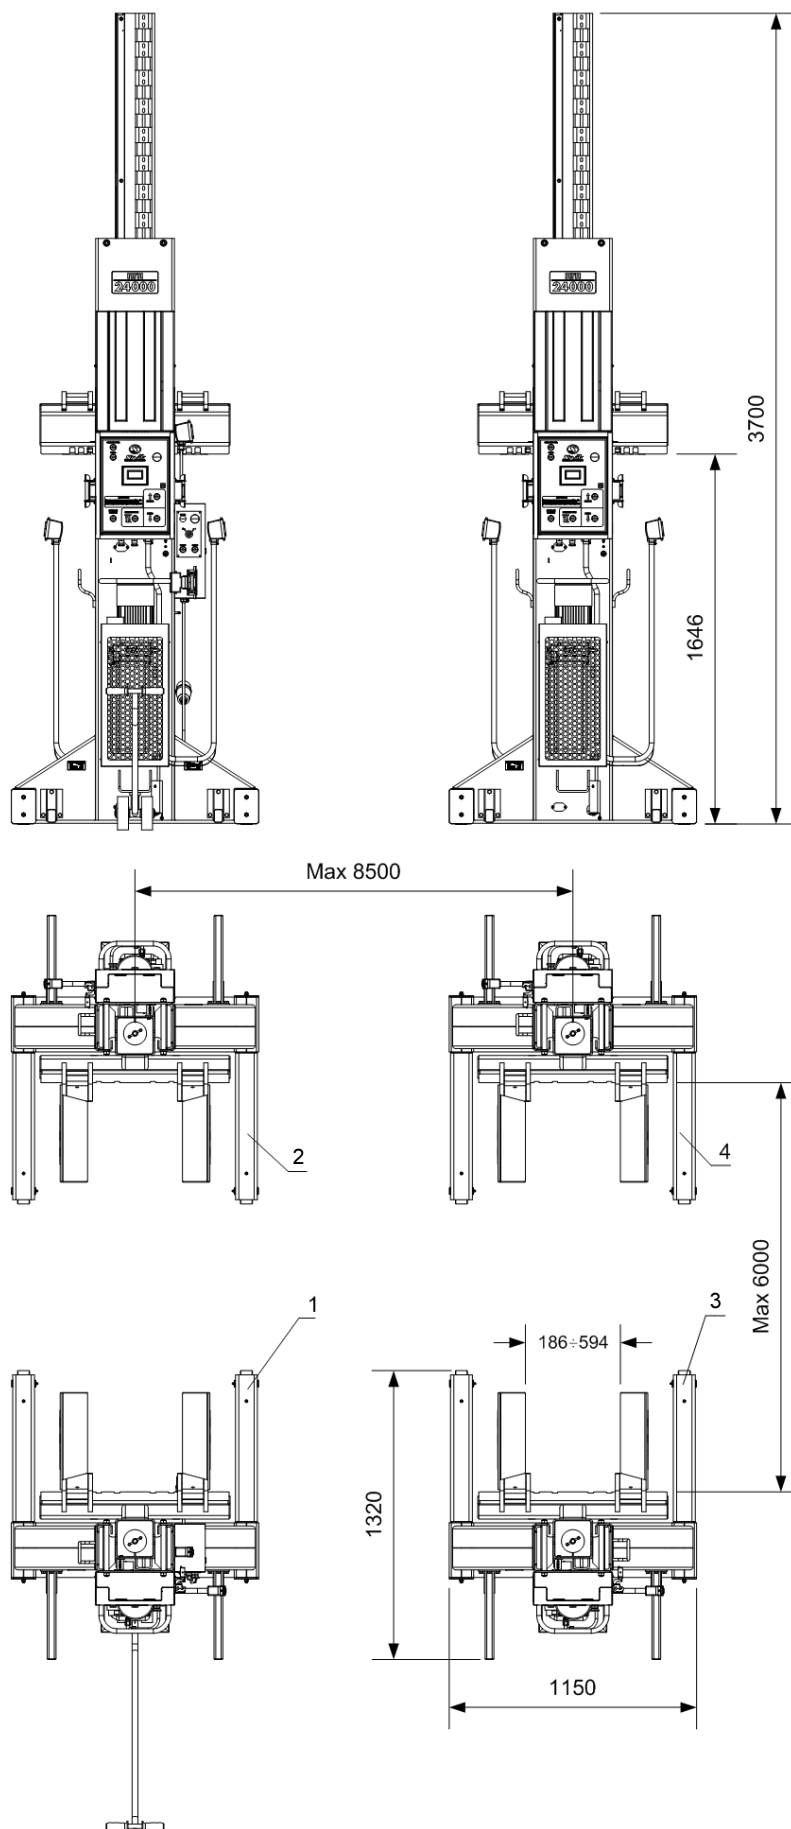
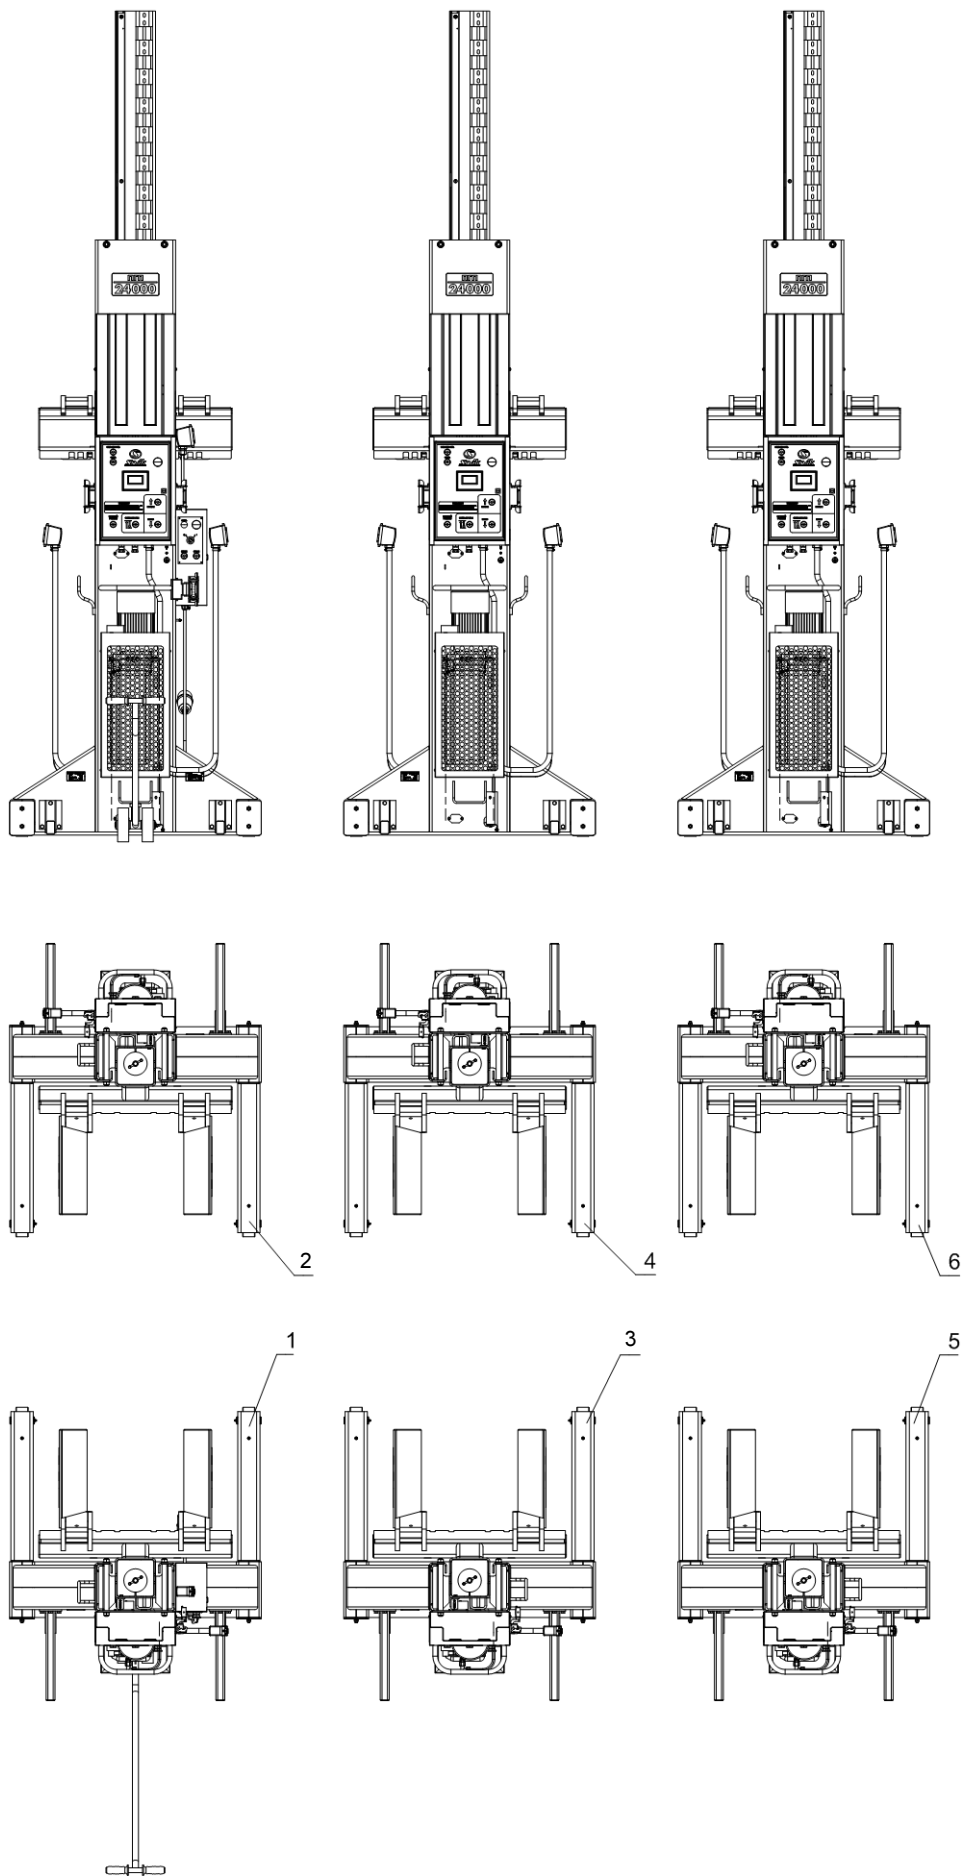

Рисунок 1. Общий вид подъемника ПГП-30000/4
Рисунок 2. Общий вид подъемника ПГП-45000/6
4.1 Подъемник состоит из: модель ПГП-30000/4 (рисунок 1) – четырех стоек – главной №1 и второстепенных №№ 2, 3, 4; модель ПГП-45000/6 (рисунок 2) – шести стоек – главной №1 и второстепенных №№ 2, 3, 4, 5, 6. Подъемник модели ПГП-30000/4 возможно переоборудовать в подъемник модели ПГП-45000/6 при дополнительном приобретении стоек (от модели ПГП-45000/6) №5 и №6.